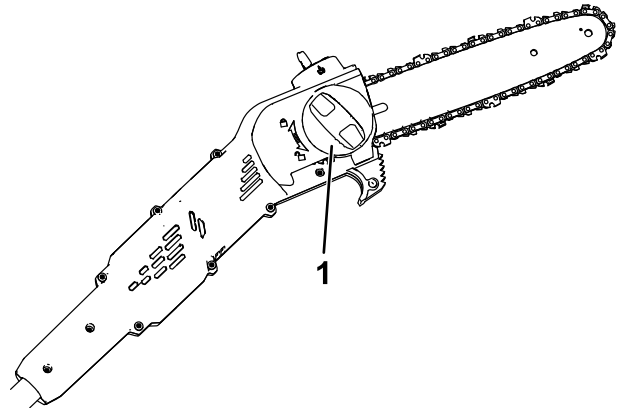
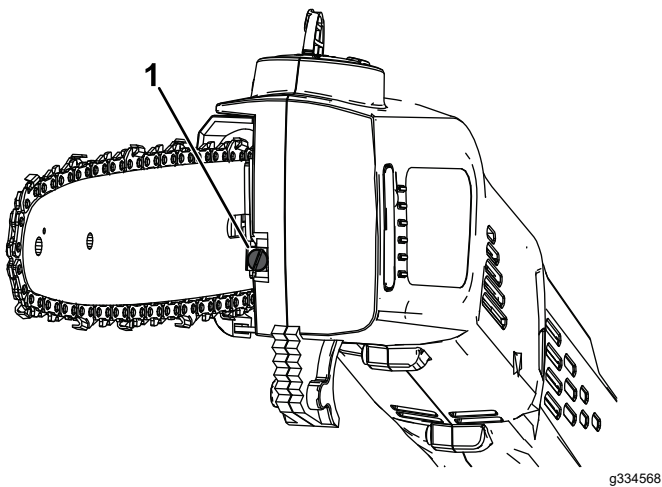

Figure 17
Figure 18
4. Dévissez le bouton du couvercle du guide pour desserrer le couvercle latéral, mais laissez-le en place (Figure 17).
5. À l'aide de la vis de réglage de tension, ajustez la tension de la chaîne (Figure 18), puis fixez le couvercle latéral sur l'élagueuse en tournant le bouton du couvercle du guide dans le sens horaire; vérifiez ensuite la tension (Figure 17).
3. Détendez la chaîne en tournant la vis de tension dans le sens antihoraire (Figure 18).